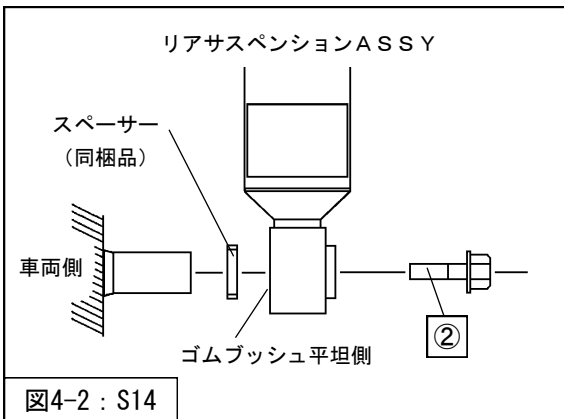
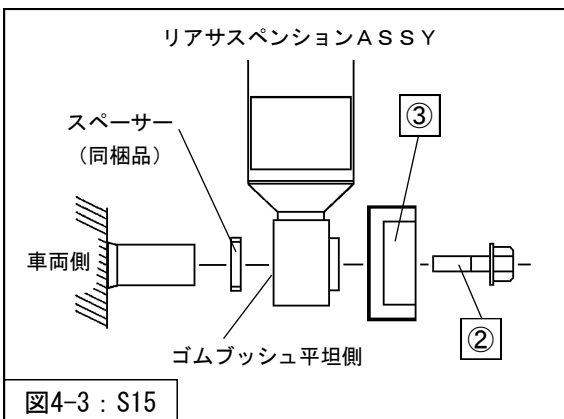

図4-2 : S14
図4-3 : S15
- サスペンションロア取付け部の車両側のシャフトにスペーサー (同梱品) を取付けてください。(図4-2・図4-3)
③ダイナミックサスペンション
を取付けてください。(図4-3)
を取付けてください。(図4-2・図4-3)